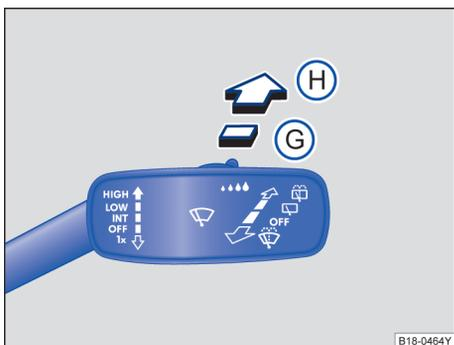

图 80 挡风玻璃雨刮器拨杆：后窗雨刮器操作
– 将挡风玻璃雨刮器拨杆向前按到位置 G ⇒ 图 80，大约每隔六秒，雨刮器刮一次车窗 ⇒ I。